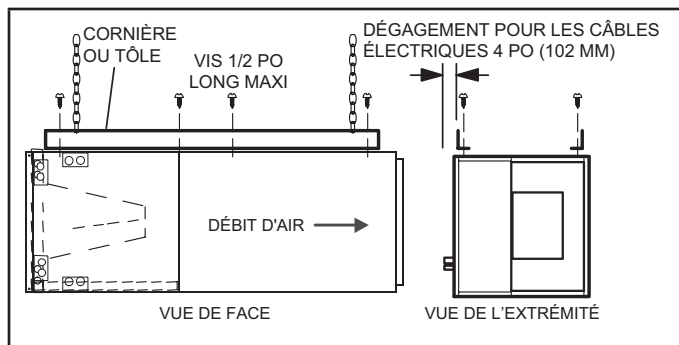

FIGURE 3. Suspension d'une unité horizontale
- 5 - Si l'unité est suspendue, elle doit être supportée sur toute sa longueur. Lorsqu'une chaîne ou une bande métallique est utilisée, fixez un morceau de cornière ou de tôle sur l'unité (au-dessus ou en dessous) de manière à ce que toute la longueur de l'unité soit supportée. Utilisez des vis de 1/2 po de long maximum de manière à ne pas endommager le serpentin ou le filtre. Reportez-vous à la figure 3. Connectez les plenums d'alimentation et de retour d'air à l'aide de vis à tôle.
- 13 - Si l'unité est suspendue, elle doit être supportée sur toute sa longueur. Lorsqu'une chaîne ou une bande métallique est utilisée, fixer un morceau de cornière ou de tôle sur l'unité (au-dessus ou en dessous) de manière à ce que toute la longueur de l'unité soit supportée. Utilisez des vis de 1/2 po de long maximum de manière à ne pas endommager le serpentin ou le filtre comme illustré à la figure 3. Connectez les plenums d'alimentation et de retour d'air à l'aide de vis à tôle.